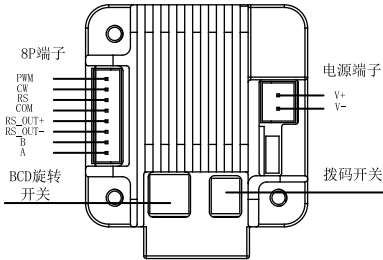
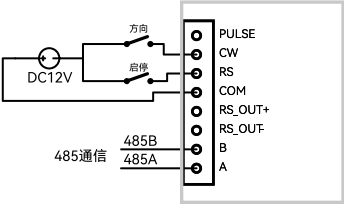

图2 尾部驱控单元展示图
图3 接线示意图
- 将随机附带的线缆按照下图2所示安装好，8P端子插在下图2标记“8P端子”上，2P端子插在下图标记“电源端子”上，具体接线参照图3，表4和表5进行接线；